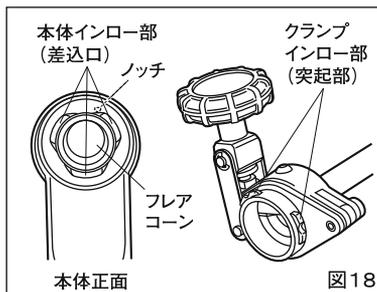

図18
(2) フレア加工
①パイプをセットしたクランプに本体を取付けます。(図18、19)